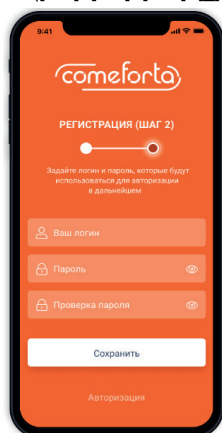

Рисунок 14 – Страница регистрации «Шаг 2»
Приложение отправляет запрос на сервер для проверки подлинности UIN и регистрации имени. В случае успешно пройденной проверки пользователь переходит на форму «Регистрация. Шаг 2» (рисунок 14), если проверка не пройдена, на странице показывается один из вариантов возможной ошибки:
- задать логин и пароль, которые будут использоваться для регистрации в дальнейшем (рисунок 14);